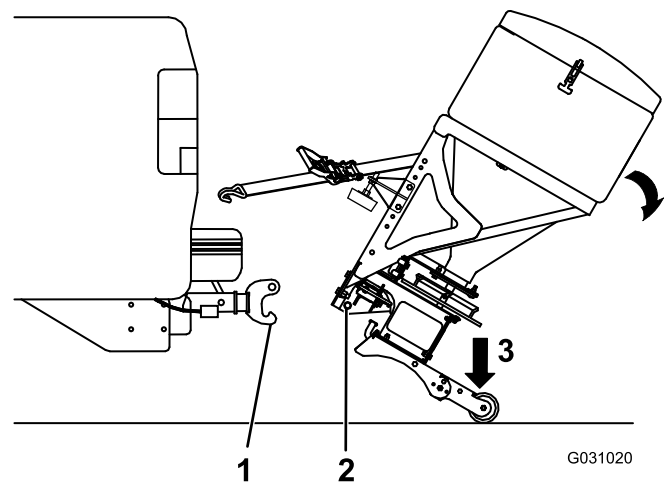

Bild 22
3. Halten Sie den Streuer fest und treten Sie auf die Haltevorrichtung, um ihn nach hinten zu kippen, bis sich der untere Bolzen der RT3-Halterung auf Höhe des Hakens an der RT3-Kupplung befindet (Bild 22).